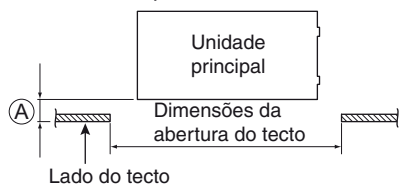

Fig. 7-1
- Nunca coloque o painel virado para baixo. Suspenda-o verticalmente ou coloque-o em cima de um objecto protuberante. Colocá-lo virado para baixo danificará a superfície. (Fig. 7-1)
- (A) deve estar dentro do intervalo de 13 – 18 mm. (Fig. 7-1)